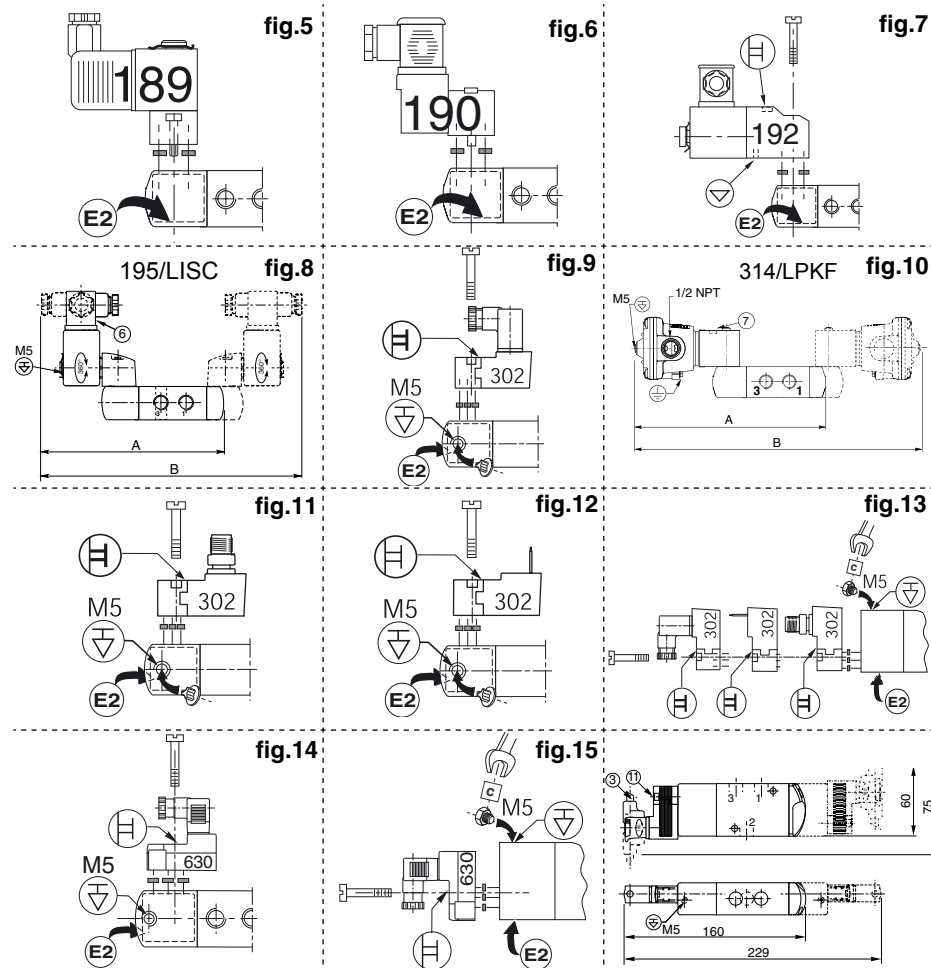

fig.2
- **Функция 5/2 или 5/3:** Впуск давления в отверстие 1. Выхлопные газы в отверстиях 2 и 4. Выхлопные газы направляются через клапан к отверстиям 3 и 5. Комплект из 2 предохранителей от выхлопных газов (рис. 2).
Комплект из 2 предохранителей от выхлопных газов (рис. 2).